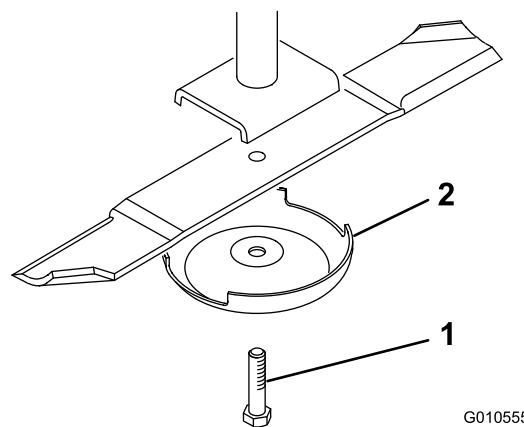

図 28
2. ぼろきれや厚いパッドの入った手袋を使ってブレードの端部をしっかり握る。スピンドルのシャフトからブレードボルト、芝刈り防止カップ、ブレードを取り外す 図 28。